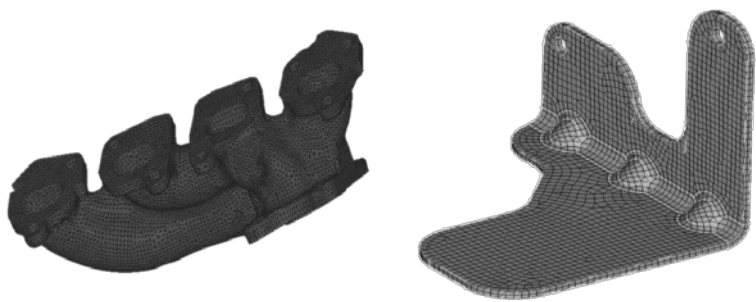

图 9-72 四面体网格（左）及六面体网格（右）
3) 四面体网格及六面体网格（见图 9-72）。HyperMesh 工具拥有较好的四面体网格及六面体网格生成算法，可以快速生成各种高质量的结构网格和流体网格及电磁场分析有限元网格。QuickTetraMesh 是专业的自动四面体网格划分工具，支持自动几何拓扑关系修复和自动网格质量优化，能提高四面体网格划分速度达数 10 倍。